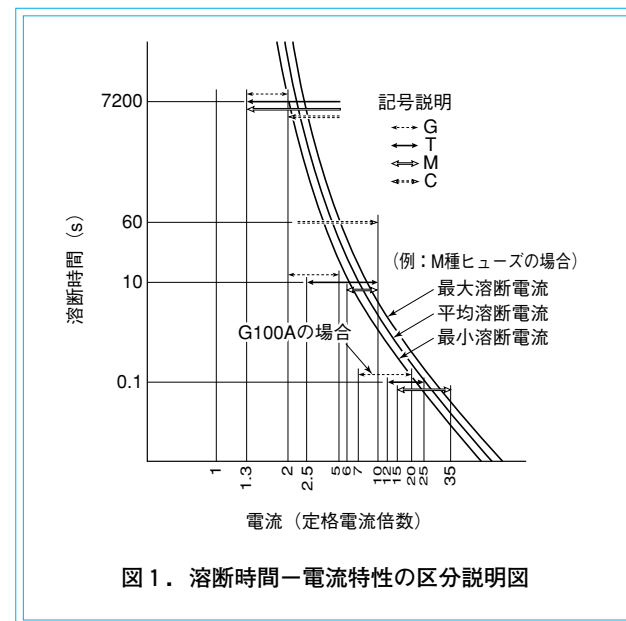

図1. 溶断時間-電流特性の区分説明図
(1) 溶断特性の区分(表1、2 図1参照)
| 高压ヒューズの区分 | 負荷の種類によってT、M、G、C種の区分があります。(図1、表2参照) | 超広域ヒューズ 広域ヒューズ バックアップヒューズ |